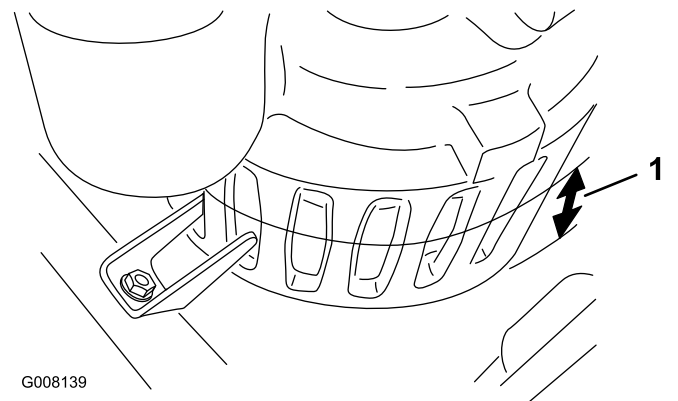

Figura 8
1. Mida la profundidad del agua en la parte más honda del búnker. Si la profundidad del agua es de menos de 63,5 mm (hasta la mitad de las ranuras de la bomba), excave un hoyo de 30,5 cm x 30,5 cm x 5–7,6 cm de profundidad para la bomba (Figura 8).